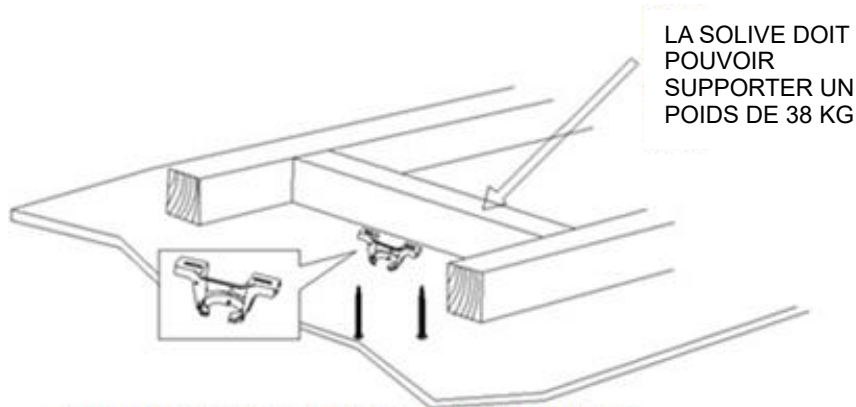

Fig. 2
- Installez le support de suspension sur une solive ou une structure capable de supporter une charge d'au moins 38 kg, avec les deux vis longues fournies. Veillez à ce qu'au moins 30 mm des vis soient vissés dans le support. (Fig. 2)